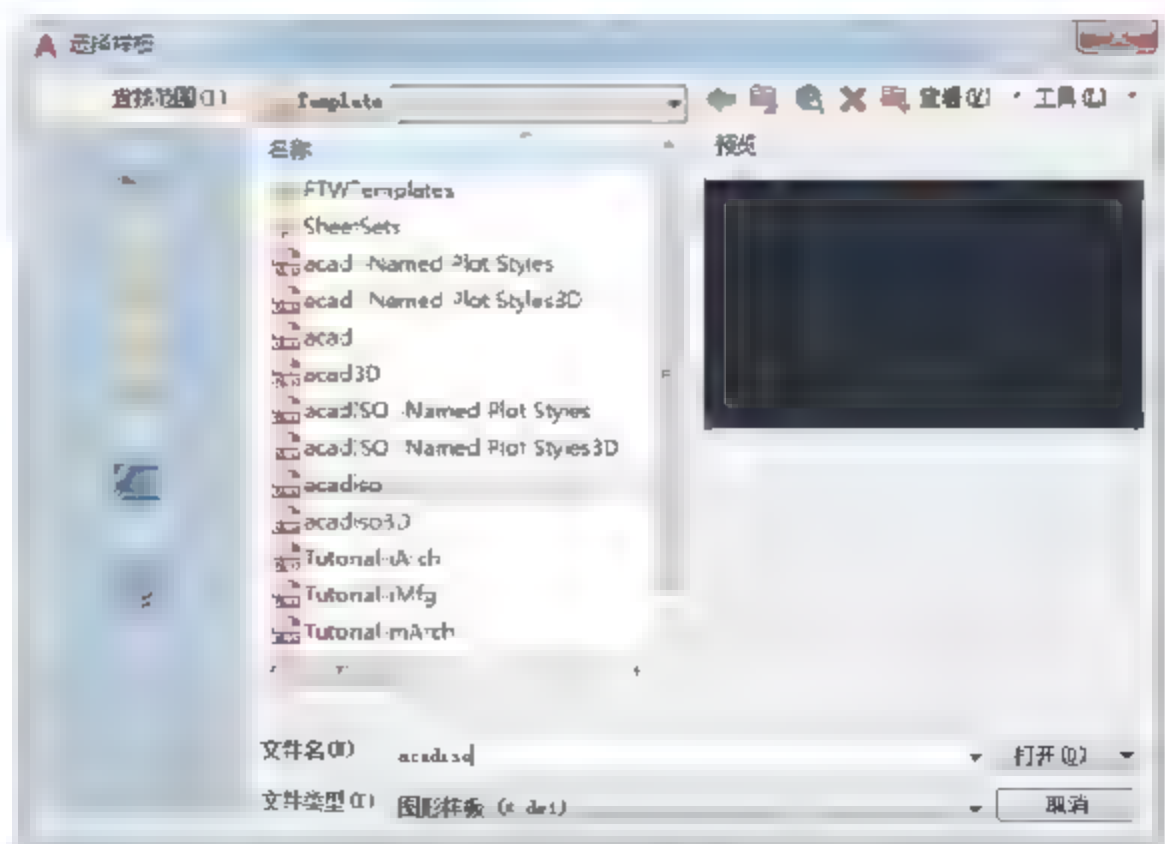

图2-134 选择样板
- 02 系统弹出如图2-134所示的【选择样板】对话框。在该对话框中选择图形样板文件，单击【打开】按钮，即可新建图形文件，并进入绘图界面。